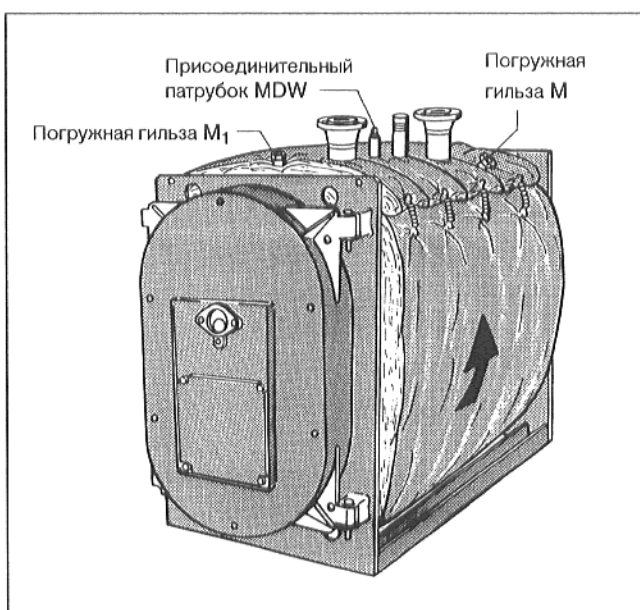

Рис. 6
- Продеть отверстие теплоизоляционного мата в присоединительный патрубок устройства контроля давления (MDW) (Рис. 6).
- Уложить теплоизоляционный мат вокруг корпуса котла и закрепить сверху по бокам внахлестку посредством 5 натяжных пружин (Рис. 6).
- Отогнуть вверх теплоизоляционный мат на участке погружной гильзы (Рис. 1 и Рис. 6).